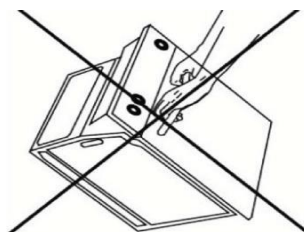

Рисунок 17
- Не используйте ручку дверцы для перемещения прибора, например, для его извлечения из упаковки (см. рис. 17).